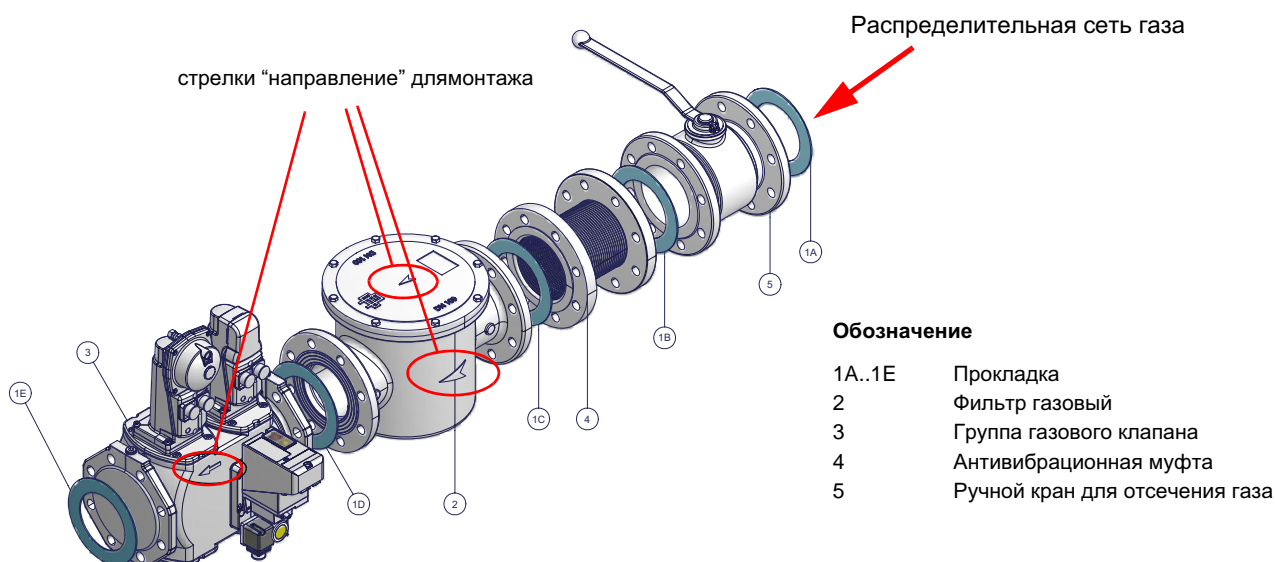

Рис. 3 - Пример газовой рампы
- 1 - б) при фланцевых соединениях: между соседними компонентами устанавливать прокладку (1A..1E - Рис. 3), совместимую с используемым газом,
**ВНИМАНИЕ:** после монтажа газовой рампы согласно схеме на Рис. 3, необходимо провести тестирование на герметичность газового контура, согласно требований действующих нормативов.